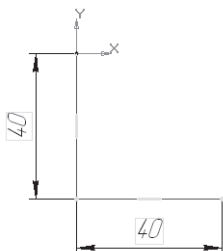

Рис. 412
- с помощью  – **Непрерывного ввода объекта** и  – **Ортогонального черчения** постройте часть эскиза направляющей, которая расположен в горизонтальной плоскости, от начала координат (рис. 412);